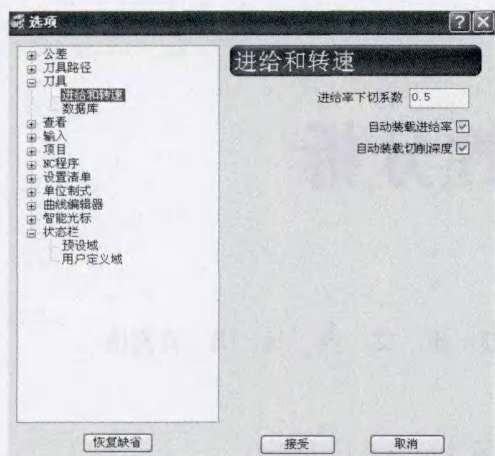
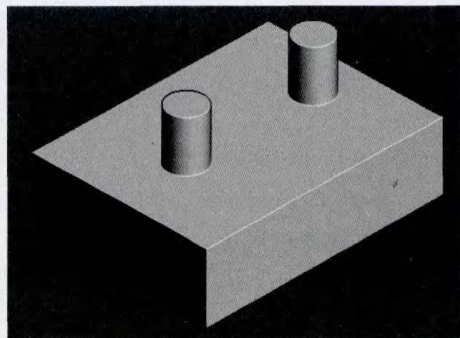

图9 选项对话框
图14 仿真加工效果
(3) 单击主菜单栏的工具按钮，单击“选项”，在选项的对话框中单击刀具展开按钮，单击“进给与转速”，弹出如图9所示的参数对话框，进给下切系数设为0.5，勾选自动装载进给率与自动装载切削深度对话框，单击接受按钮。
(4) 在“D”盘下新建一命名为刀具库的文件夹，单击主菜单栏文件，单击保存模板形体，保存
注意事项如下：①要有激活刀具加工策略方可自动加载切削参数值。②下切进给率值为1 500 mm/min，是图9进给率下切系数0.5×切削进给率3 000mm/min=1 500mm/min。③类型中也可选精加工，单击重设按钮，会自动加载精加工所设的切削参数值。
(4) 用 $\phi 16R0.8\text{mm}$ 的圆鼻刀，选用平行平坦面加工策略加工模型大平面，过程略。
(5) 用 $\phi 12\text{mm}$ 的端铣刀，选用等高精加工策略加工两凸台，过程略。仿真加工效果如图14所示。